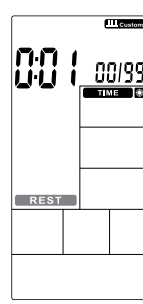

Figure 34
③ Die TIME leuchtet weiter, REST blinkt, drücken Sie UP/DOWN, um die Ruhezeit von 0:01~9:59 kreisförmig einzustellen (Abb. 34). Drücken Sie ENTER um die Einstellung zu bestätigen, während der Summer 1 Sekunde lang ertönt und INTERVAL CUSTOM weiter aufleuchtet.
③ The TIME continues lighting up, REST will flash, press UP/DOWN to set rest time 0:01~9:59 circularly (Figure 34). Press ENTER to confirm along with buzzer beeps 1s and INTERVAL CUSTOM continues lighting up.